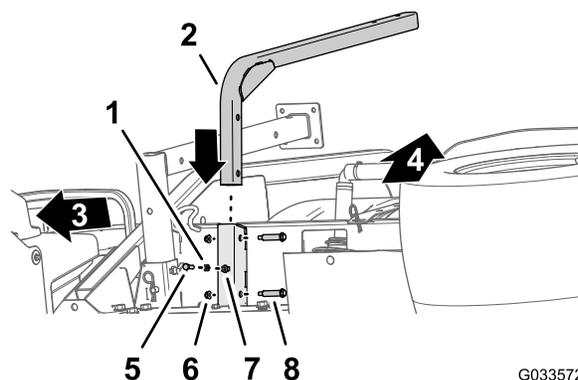

Рисунок 46
1. Совместите опорную трубу бака пресной воды с опорным швеллером бака (Рисунок 46).
2. Совместите отверстия в опорной трубе с отверстиями в швеллере (Рисунок 46).
3. Прикрепите трубу к швеллеру (Рисунок 46) с помощью двух ступенчатых болтов (1/2 x 1-15/16 дюйма) и двух фланцевых контргаек (5/16 дюйма).
5. Наверните контргайку (5/16 дюйма) на болт (5/16 x 1 дюйм), как показано на Рисунок 46.
6. Заверните болт (5/16 x 1 дюйм) и контргайку в приварную гайку в нижней части опорного швеллера бака и затяните болт и контргайку от руки (Рисунок 46).